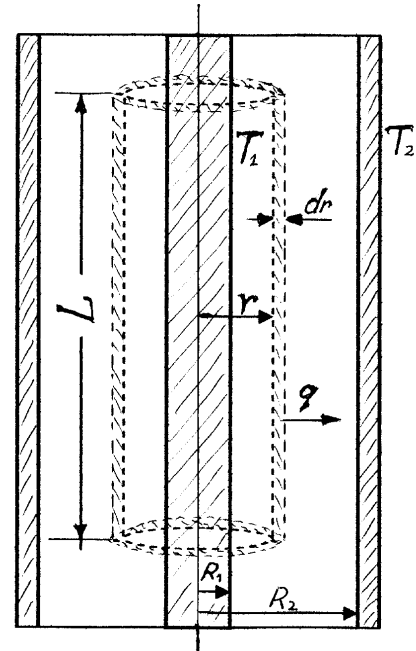
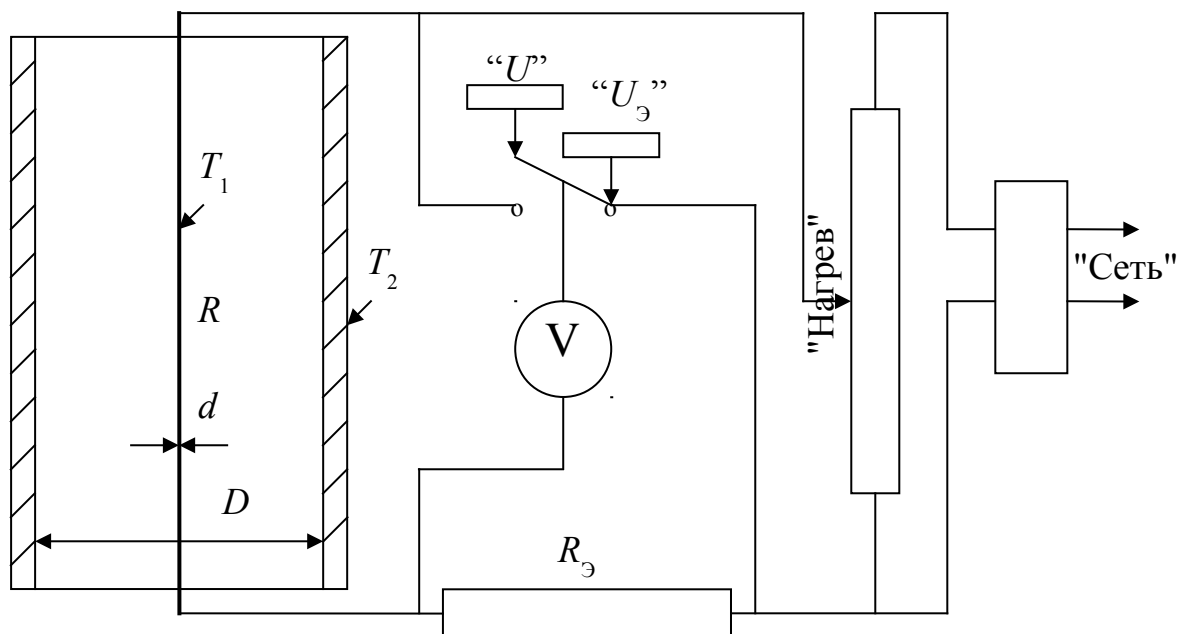

Рис. 1.
Рис. 2.
Выделим в газе цилиндрическую поверхность радиусом r и длиной L (рис. 1). По закону Фурье (2) тепловой поток $q = dQ/dt$, т.е. количество тепла, переносимого через цилиндрическую поверхность за одну секунду, можно записать в виде
Схема установки показана на рис. 1, а ее общий вид на рис. 2.